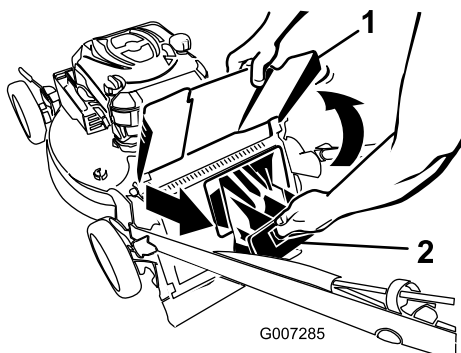

Bild 30
2. Heben Sie das hintere Auswurfablenkblech an und halten Sie es hoch (Bild 30).
3. Ziehen Sie die Heckauswurfklappe heraus (Bild 30).